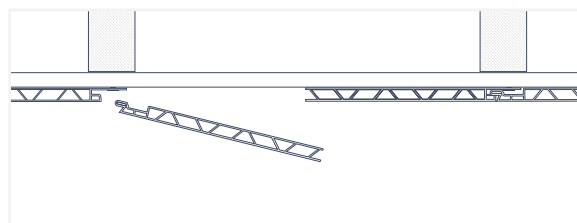

Fig. 40
3. El lado del panel con la lengüeta debe deslizarse fácilmente fuera del panel adyacente (Fig. 40).